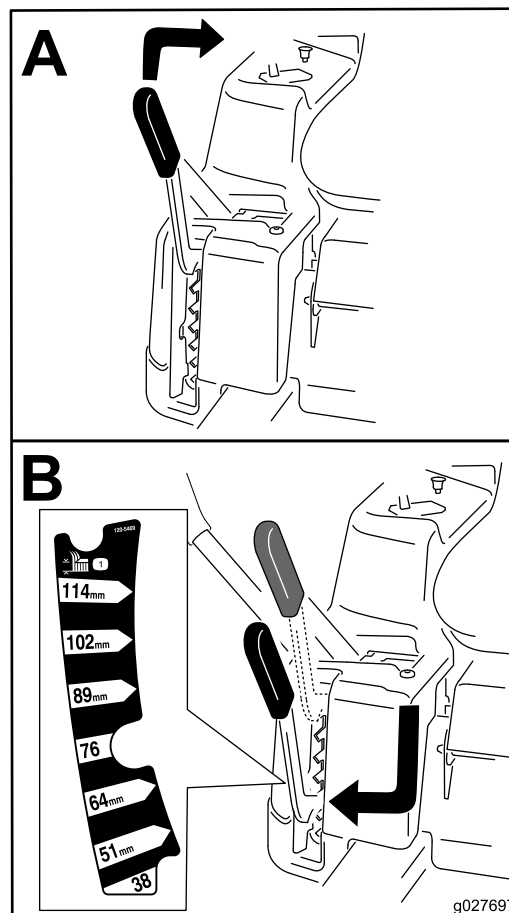

Figura 26
**Nota:** A posição de transporte é a posição da altura de corte mais elevada ou a altura de corte de 115 mm, como se mostra na Figura 26.
A altura do corte é controlada pela alavanca que se encontra do lado direito da posição de funcionamento (Figura 26).